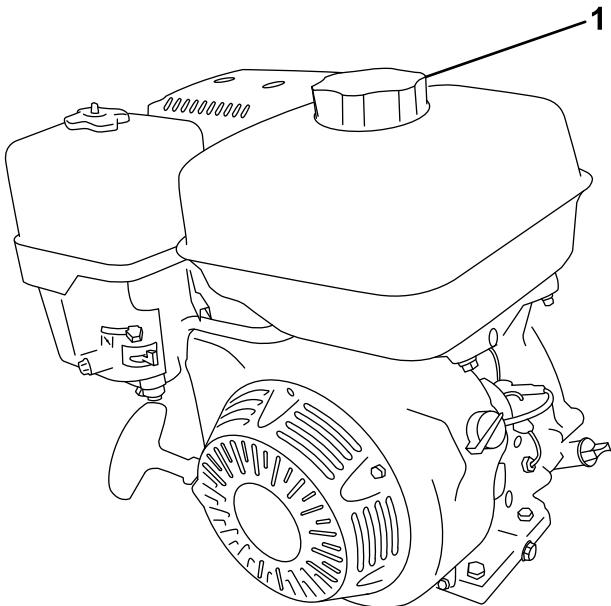

Figura 25
2. Limpie alrededor del tapón de combustible y retire el tapón (Figura 25).
4. Coloque el tapón del depósito de combustible firmemente (Figura 25).